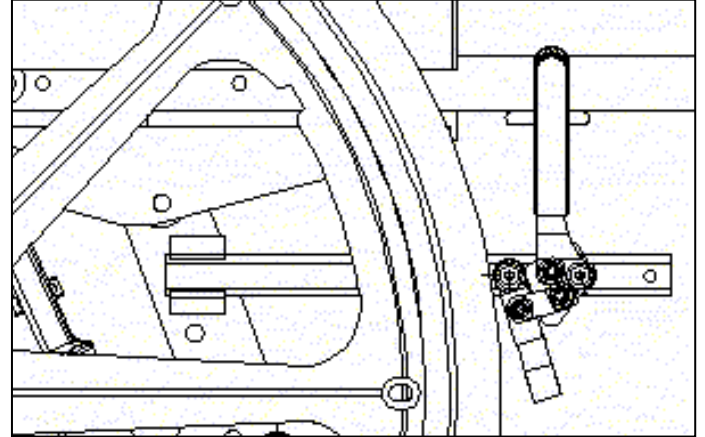

Figure 34-B : Frein par poussée DÉSENGAGÉ.
- a) Pour engager le frein, exercer une pression vers l'avant sur le levier (voir figure 34-A);